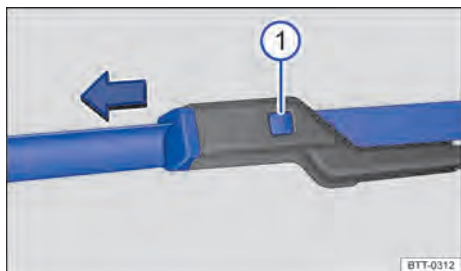

Fig. 157 No para-brisa: substituir as palhetas dos limpadores do para-brisa.
① botão de destravamento
3. Manter o botão de destravamento pressionado e, ao mesmo tempo, puxar a palheta dos limpadores dos vidros para fora, no sentido da seta → **Fig. 157 ①**.